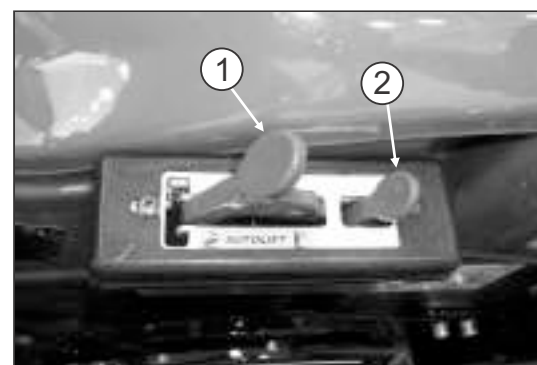

Abb.4.42
- Durch Drücken der Taste (1, Abb. 4.42) wird die Bühne gesenkt. Halten Sie diesen Hebel für den normalen Betrieb der Hebebühne gedrückt.
- Wenn Sie den Schalter (2, Abb. 4.42) loslassen, wird der Anhub in die obere Position angehoben.